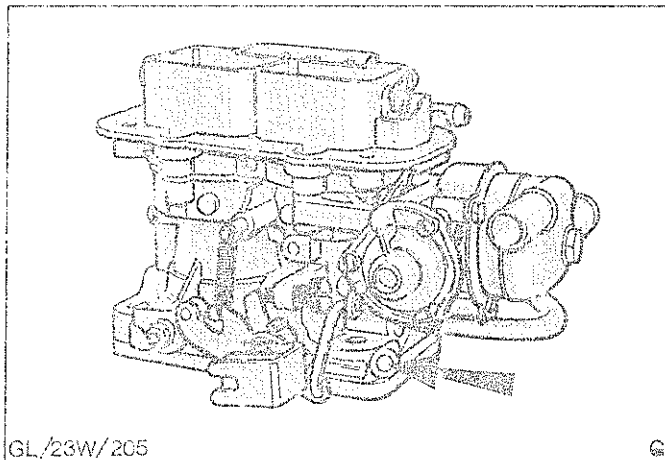

Abb.10 Abdeckkappe - Gemischregulierschraube eingebaut (fluchtet mit dem Gehäuse)
11. Ansaugeräuschkämpfer abbauen, Abdeckkappe/n am Gehäuse ansetzen und bis zum Anschlag ein-treiben, Abb.10.